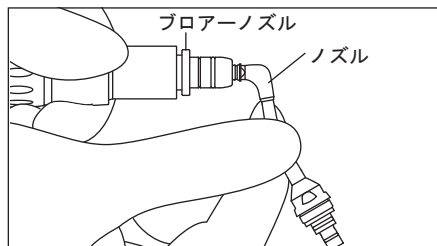

図 16
- 5) ノズルの先端にブローノズルを接続し（図 16）エアのみで空運転します。これによりノズル内に残留したパウダーが排出されます。